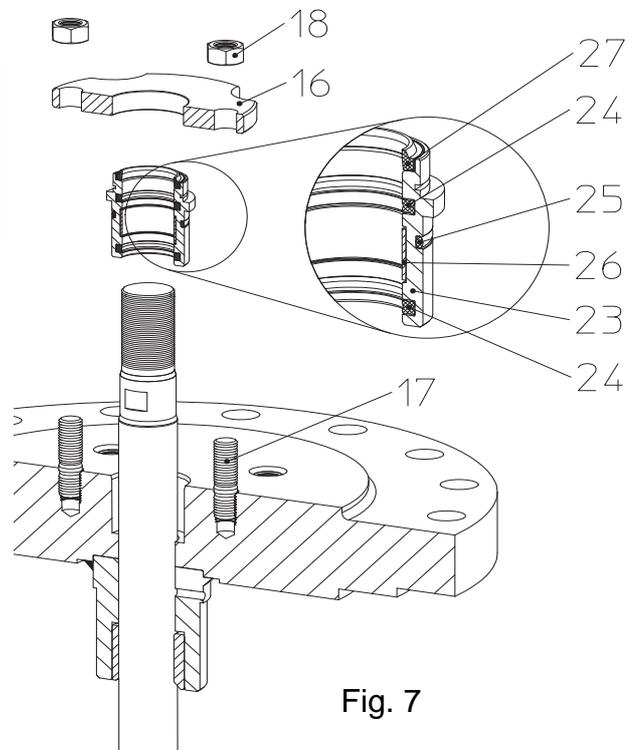

Fig. 7
- Lors du remplacement des éléments d'étanchéité (pos. 24, 25), veillez au bon ordre et à la position correcte de montage des pièces constituantes (voir Fig. 7).